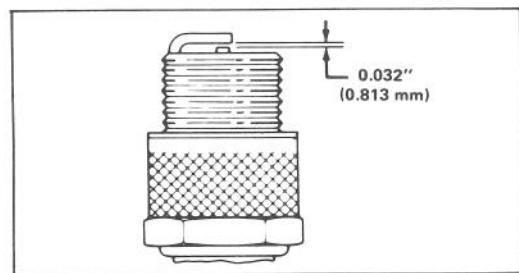

Figure 17
3. INSTALLATION DE LA BOUGIE — Fixez l'écartement (Fig. 17) entre les électrodes à 0,032" (0,81 mm). Installez la bougie et serrez à 15 pieds-livres (20,4 N.m). Si vous n'utilisez pas de clef dynamométrique, serrez la bougie fermement. Branchez le câble sur la bougie et remontez le tableau de commande.